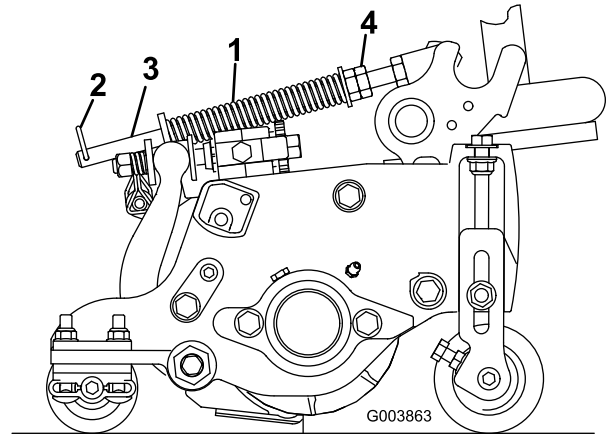

Figure 17
Le ressort de compensation (Figure 17) transfère aussi le poids du rouleau avant au rouleau arrière. (Cela évite la formation d'ondulations à la surface de la pelouse.)
1. Vérifiez que la goupille fendue est insérée dans le trou de la tige de ressort (Figure 17).
2. Serrez les écrous hexagonaux sur l'extrémité avant de la tige de ressort jusqu'à ce que la longueur du ressort comprimé soit égale à 12,7 cm sur les plateaux de coupe de 12,7 cm ou à 15,9 cm sur les plateaux de coupe de 17,8 cm (Figure 17).